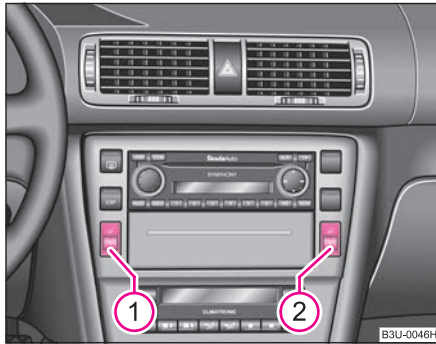

Fig. 63 Tabloul de bord: Regulator rotativ pentru încălzirea scaunelor din față
- Prin rotirea roțițelor ① și ② ⇒ pagina 81, fig. 63 puteți activa și regla încălzirea scaunului conducătorului și al pasagerului din dreapta.